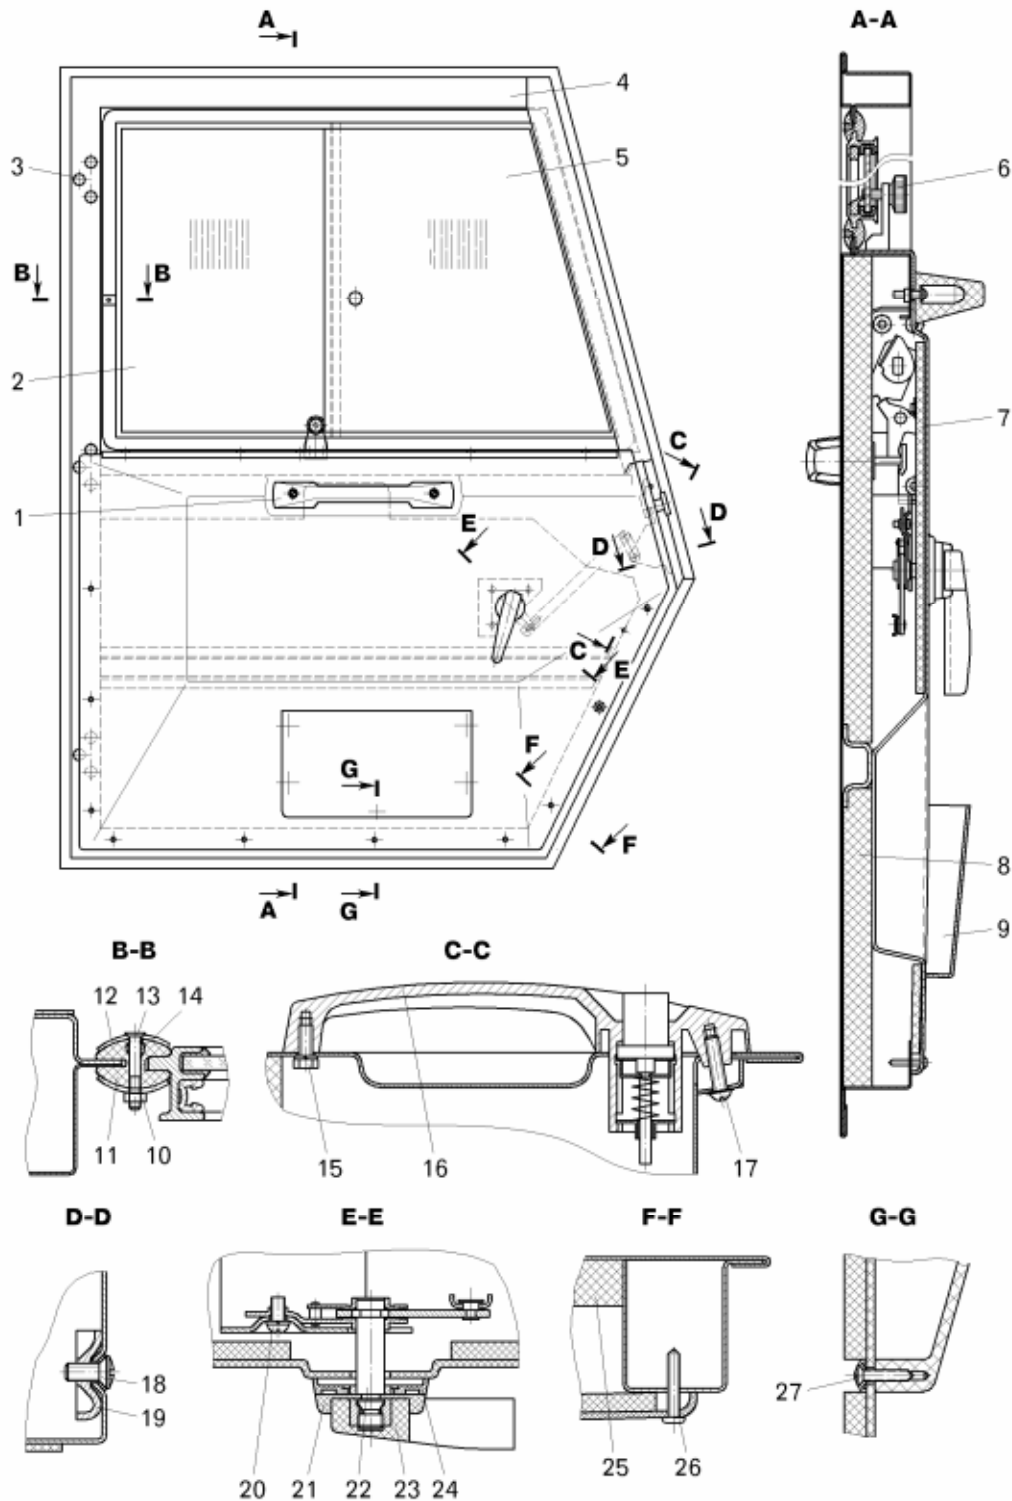

Рисунок 15.10 – Дверь кабины:
- отвернуть гайку 10 (рисунок 15.10), извлечь винт 13 и снять прижимы 12;